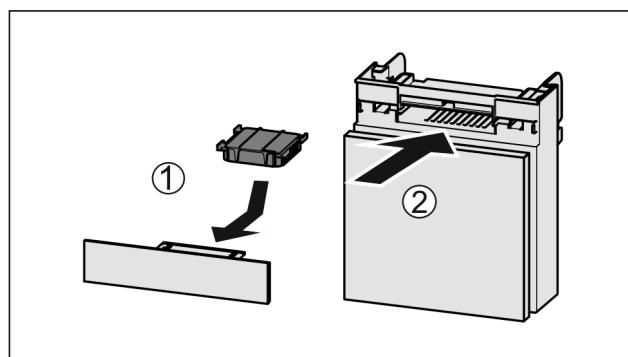

Fig. 201
- Установите фильтр с активированным углем, как показано на рисунке Fig. 201 (1).
- Вставьте отделение Fig. 201 (2).